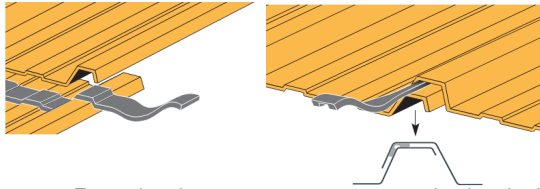

Figure 1 - Exemples de recouvrement transversal et longitudinal sur couverture métallique nervurée
- (1) **Dénomination** : Joint mastic préformé en bande et cordon
- La compression de la section du mastic, lors de la mise en oeuvre du deuxième élément de couverture ou bardage, doit être de l'ordre de 30 % de l'épaisseur ou du diamètre initial (figures 1 et 2).